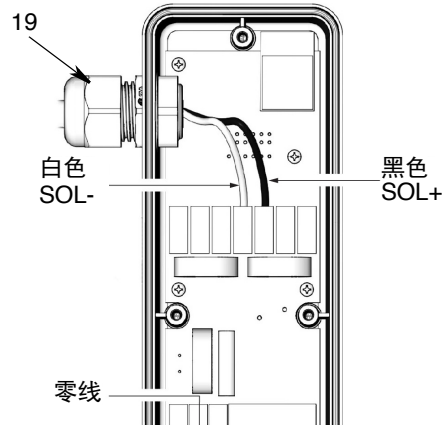

图 37
1. 将线缆的一端穿过电线夹 (19) 连接到 PAC 外壳 (2)。
2. 在 PAC 电气外壳 (2) 内，将中性线 (白色) 连接到 SOL- (白色)，将管线 (黑色) 连接到端子挡块中的 SOL+ (黑色) (图 37)。
4. 拧紧电线夹 (19) (图 37)。